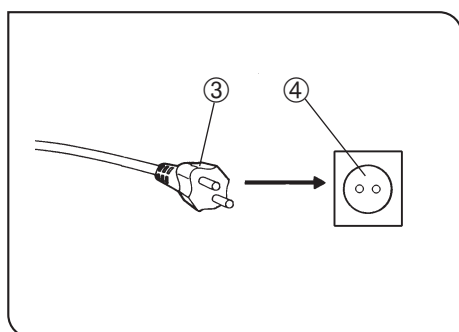

Рис. 43
2. Вставьте штекер шнура питания ③ в стенную розетку ④ (рис. 43).